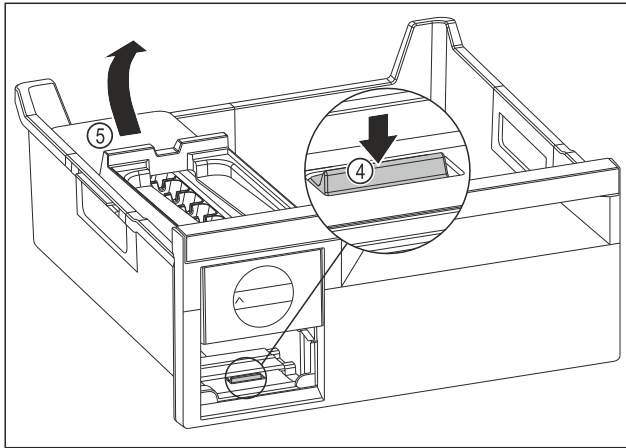

Fig. 82
- ▶ Retirer le corps de l'EasyTwist-Ice : Avec le doigt, pousser la languette Fig. 82 (4) vers le bas tout en soulevant de l'autre main le corps de l'EasyTwist-Ice Fig. 82 (5) depuis l'arrière.